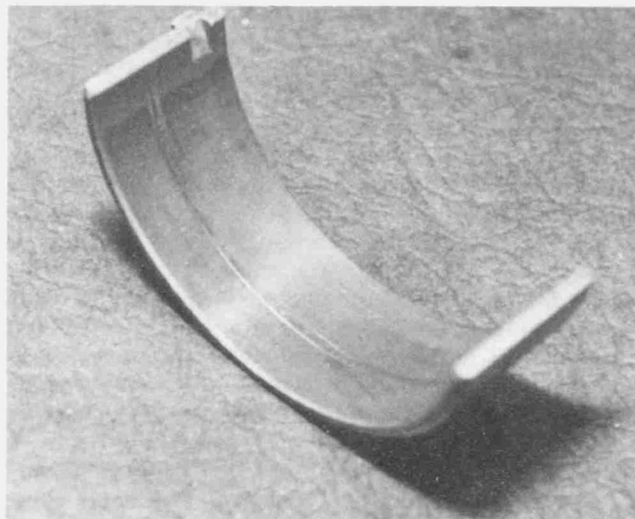

Bild 52
- Kontrollieren, ob die Pleuellaugenbuchsen gut sitzen und nicht mehr als das zulässige Verschleisspiel aufweisen. Wenn sie ersetzt werden müssen, müssen sie herausgepresst werden. Nach dem Einbauen müssen die neuen Buchsen in der Drehmaschine auf die richtige Grösse ausgedreht werden. Jeder Pleuellbolzen muss leichten Schiebesitz haben (Bild 52).